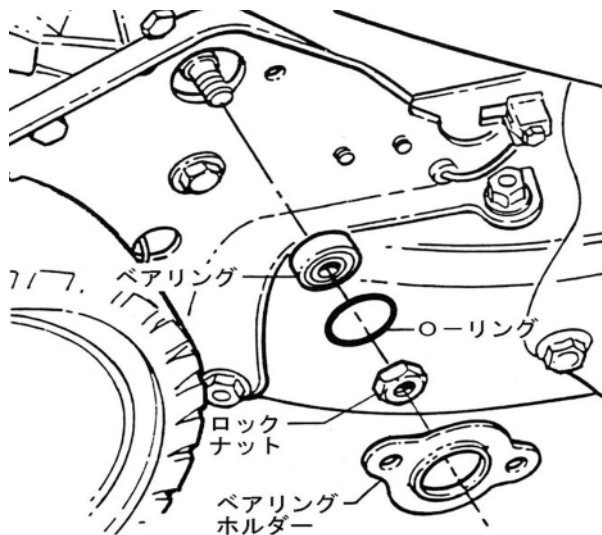

図6-13
⑥ 六角シャフトプーリーのベアリングの交換
2. 9/16 インチのスパナでロックナットを外します。(図6-13)